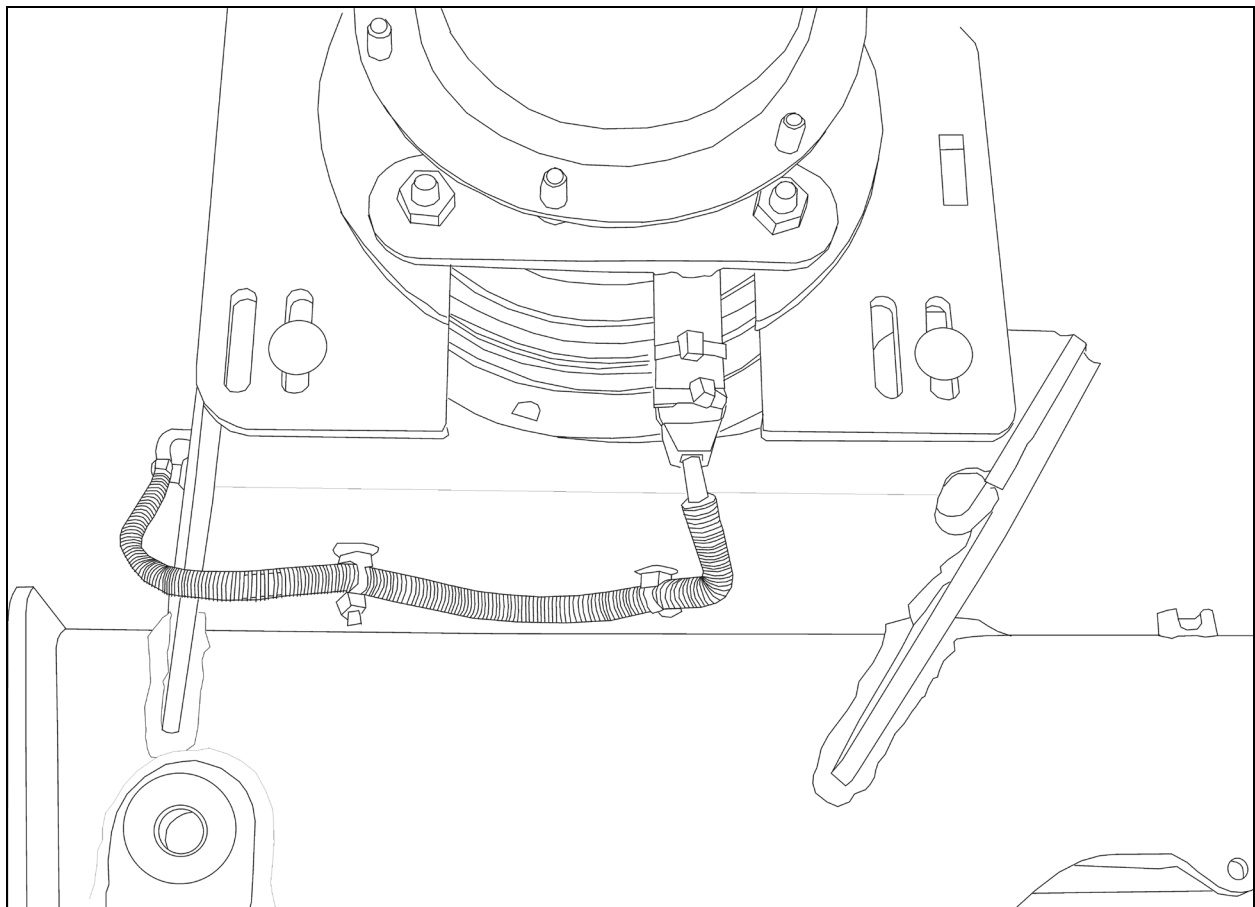

FIGURE 2
22. Acheminer le câblage d'alimentation de l'embrayage le long du socle de fixation comme à la figure 2. Fixer le connecteur du câblage d'alimentation sur la plaquette-support de la plaque de renfort à l'aide de 2 attaches de nylon (504637). Percer des trous de 7 mm pour installer les attaches-câbles à montage rapide (509815) et (504637), fixer le câblage.